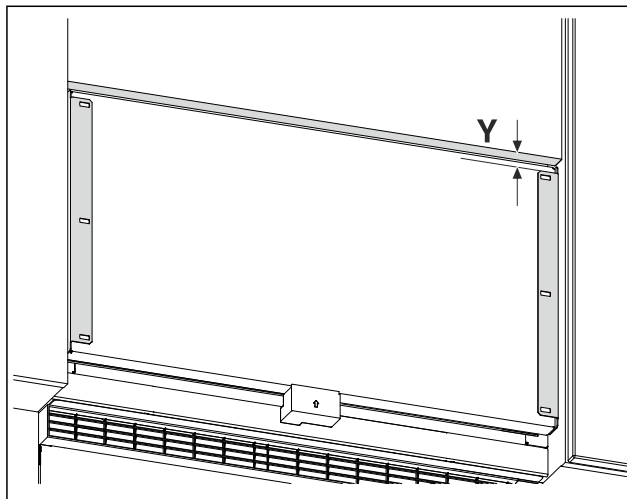

Fig. 24 Примерное изображение
- ▶ Измерьте расстояние Fig. 24 (Y) от нижнего края мебельной двери до крепежного уголка.